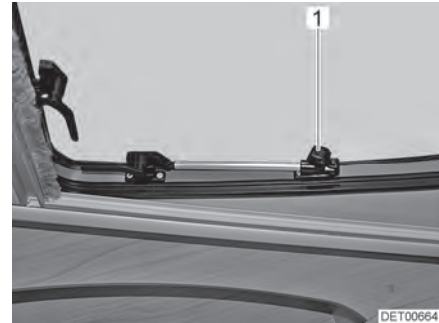

Fig. 47 Lucernario con deflettori a rotazione, aperto
- Aprire il lucernario fino alla posizione desiderata e fissarla mediante il pomello zigrinato (Fig. 47,1).
- Ruotare il pomello zigrinato (Fig. 47,1) fino a che l'arresto viene sbloccato.